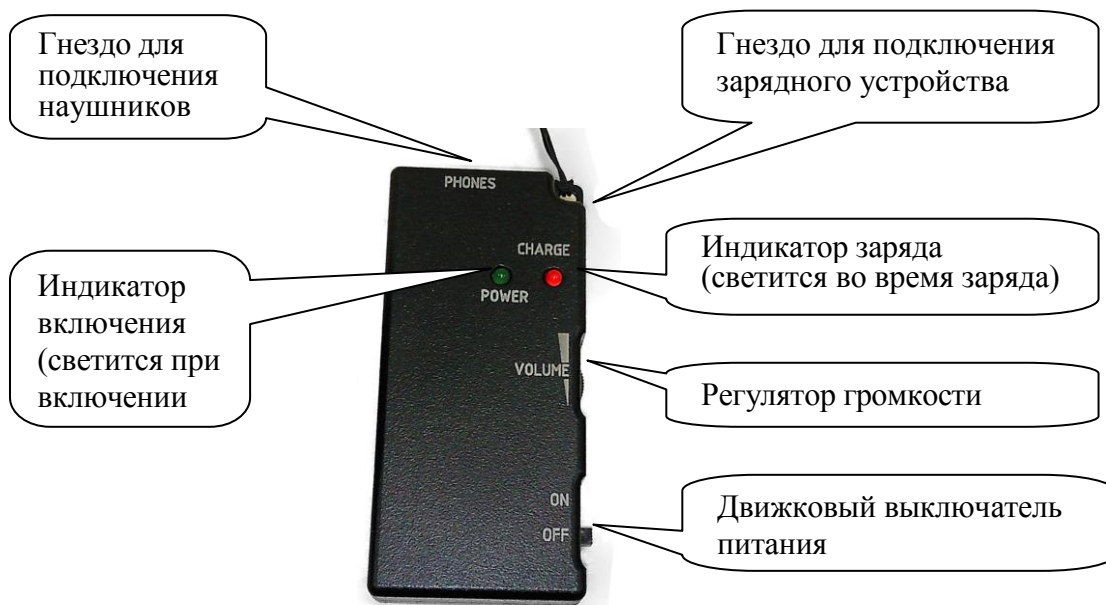

Рис. 4
4.4. Внешний вид ПРМ и расположение органов управления показаны на рис. 4.